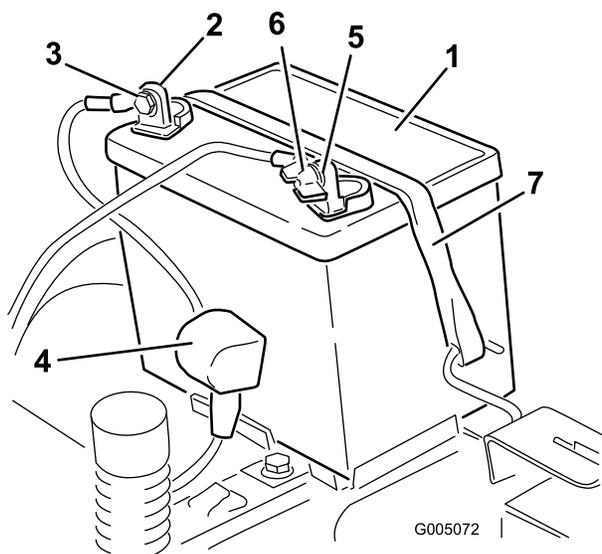

Figura 43
4. Staccate il cavo negativo (nero) di terra dal polo della batteria (Figura 43).
6. Staccate il cavo positivo (rosso) dal polo della batteria (Figura 43).
7. Togliete il dispositivo di fissaggio della batteria (Figura 43) e togliete la batteria dal vassoio.
1. Posizionate la batteria nella cassetta (Figura 43).
5. Fissate la batteria con l'apposito dispositivo (Figura 43).